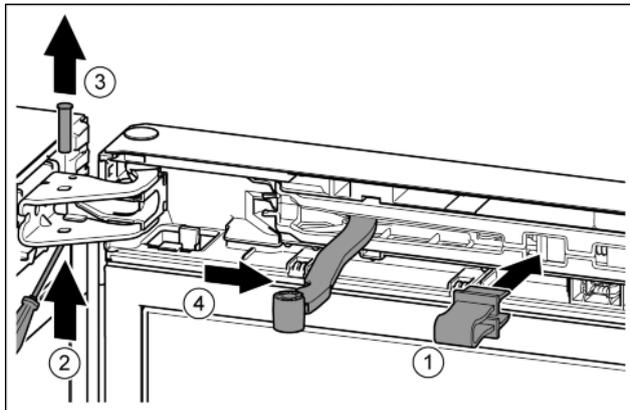

Fig. 13
- Innestare la protezione nell'apertura. Fig. 13 (1)
- Con un cacciavite spingere verso l'esterno il perno. Fig. 13 (2)
- Estrarre il perno verso l'alto. Fig. 13 (3)
- Ruotare lo snodo in direzione della porta. Fig. 13 (4)